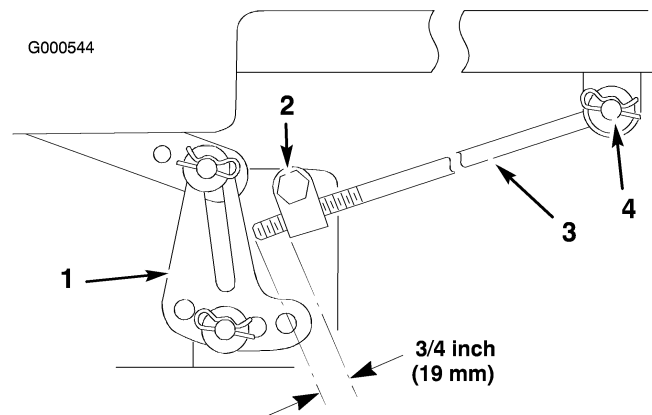

Bild 46
- Messen Sie die Länge der Stange, die aus dem Einstellblock an den Seiten des Rahmens heraussteht (Bild 46).
- Entfernen Sie, wenn die Länge der Stange **nicht** 19 mm beträgt, den Splint und die Scheibe vom Ende der Stange (Bild 46) und drehen Sie die Stange, bis die Länge von 19 mm erreicht ist.